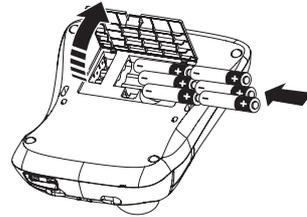

Abb. 2
1. Nehmen Sie die Abdeckung des Batteriefachs ab. Siehe Abb. 2